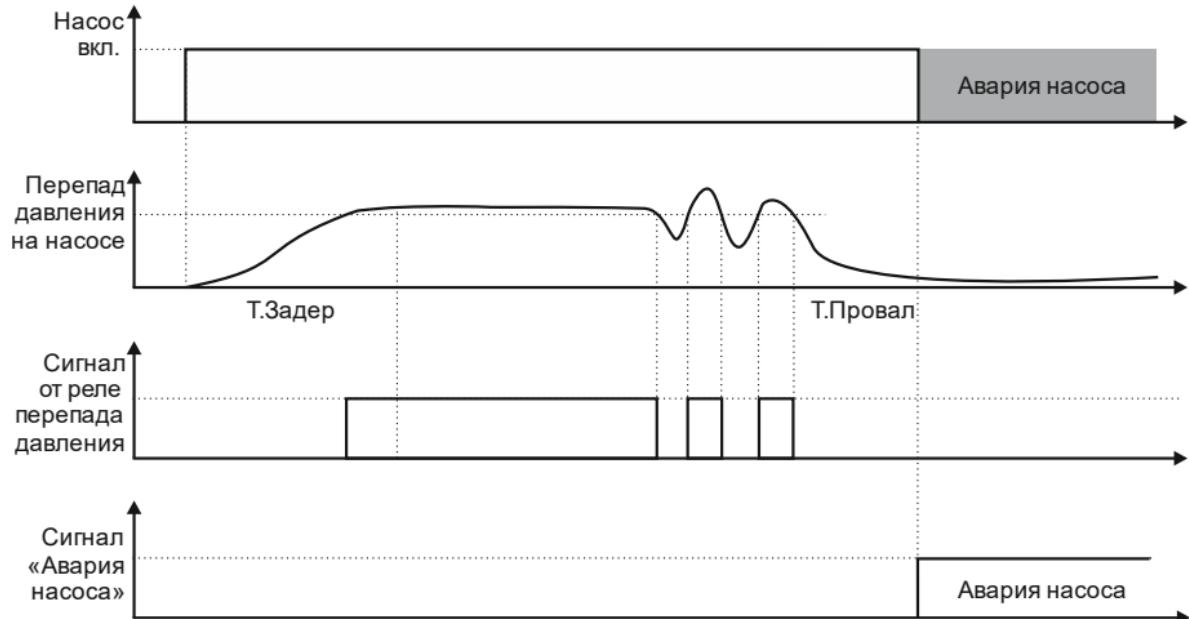

Рисунок 3.3 - Обработка сигнала от датчика перепада давления ($\Delta P_1/\Delta P_2$)
4) Нет перепада давления на насосе (рисунок 3.3)